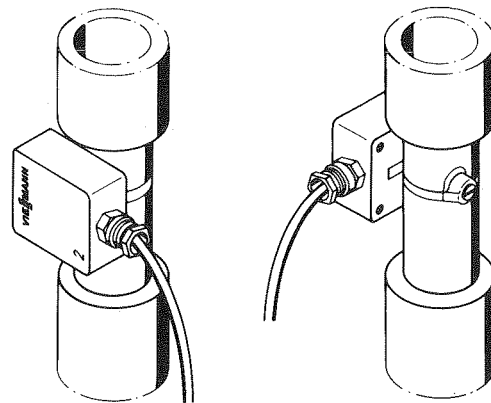

Abb. 4.7
Der Vorlauftemperatursensor (Abb. 4.7) ist am Heizungsvorlaufrohr des betreffenden Heizkreises mit Mischer anzubringen. Der Vorlauftemperatursensor ist hinter der Heizkreispumpe (in Fließrichtung) anzuordnen.
4. Den Vorlauftemperatursensor mit dem Spannband am Vorlaufrohr befestigen (Abb. 4.7). Das Verwenden von Wärmeleitpaste ist nicht erforderlich.